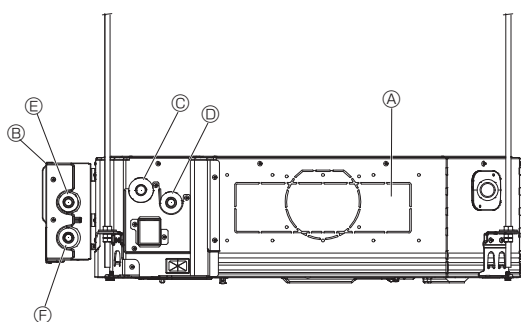

Fig. 4-10
1. Das Auslassrohr Ⓓ des Innengeräts mit einer Rohrleitung mit $\varnothing 22$ (vor Ort bereitzustellen) mit dem Einlassrohr Ⓒ des VENTILKIT verbinden. (Fig. 4-10)